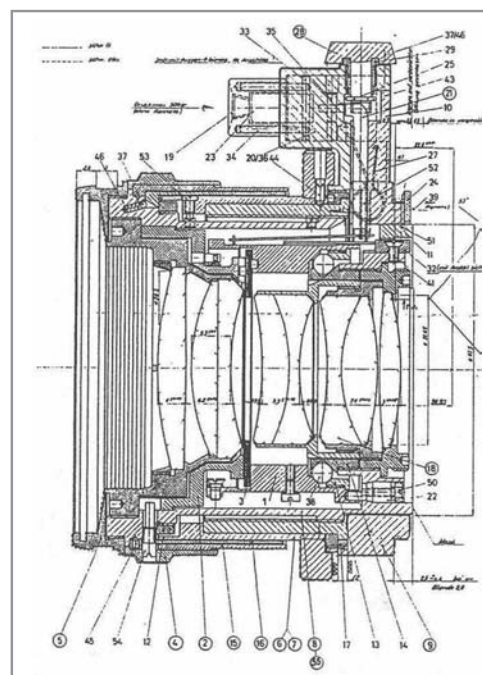

Abb. 44: Ausschnitt aus der Zusammenstellungszeichnung, Kern-Macro-Switar 1,9/50 mm, 8-linsiges Macro-Objektiv von 1968 bestehend aus 5 Gliedern.
- Kern-**Macro-Switar** 1,9/50 mm, (Abb. 44), (löste 1968 das 7-linsige *Macro-Switar* 1,8/50 mm ab) 8-linsiges Macro-Objektiv bestehend aus 5 Gliedern. Entfernungseinstellung 28 cm bis Unendlich. Abbildungsmaßstab bei größter Naheinstellung = 1:3